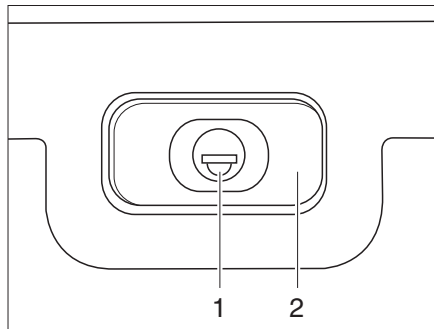

Fig. 28 Cerradura de la trampilla, rectangular, cerrada
- Introducir la llave en el cilindro de cierre (Fig. 28,1) y girarla un cuarto de vuelta. El asidero de la cerradura (Fig. 28,2) se abre de golpe.